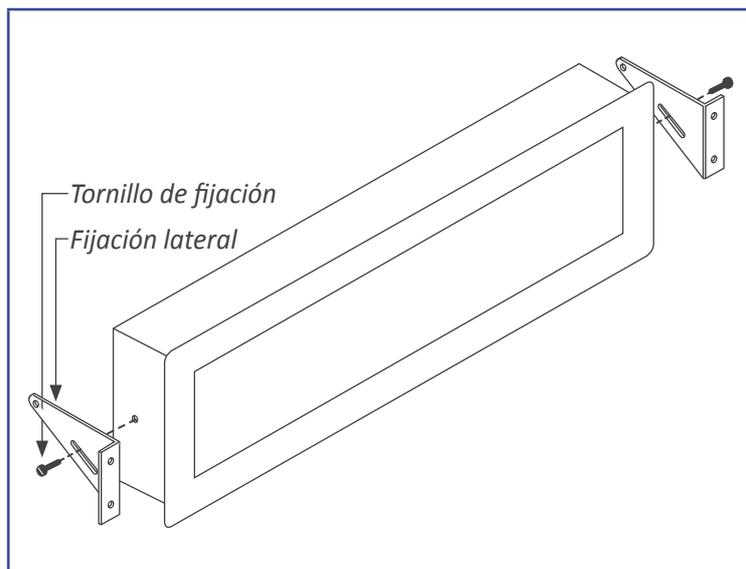

Figura 12 - Montaje en panel
- Montaje en panel. Realizar el taladro panel según las cotas que se indican en la sección 1.4. Retirar las fijaciones laterales. Introducir el instrumento en el panel. Montar las fijaciones laterales tal y como se indica en la figura (ver Figura 12). Soltar ligeramente el tornillo de fijación de uno de los lados y apretar la fijación lateral contra el panel. Apretar el tornillo para que la fijación mantenga la presión. Repetir con la fijación del lado opuesto.